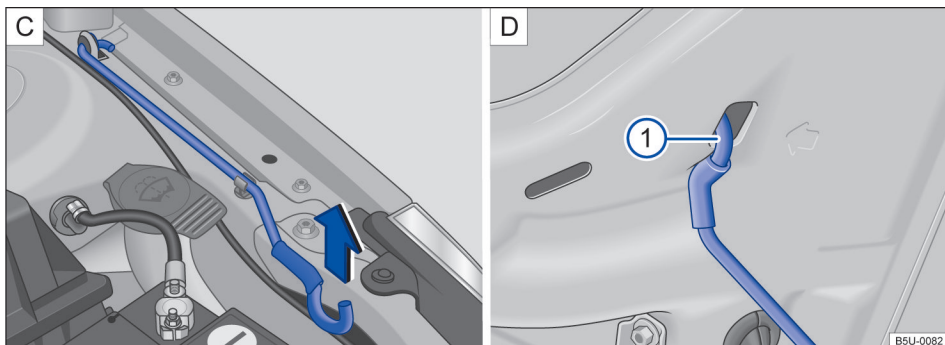

Fig. 161 [C] Haste de sustentação da tampa do compartimento do motor. [D] Tampa do compartimento do motor apoiada na haste de sustentação.
- Retirar a haste de sustentação do suporte no sentido da seta → Fig. 161 [C] e posicioná-la na abertura na tampa do compartimento do motor → Fig. 161 ① [D].
- Retirar a haste de sustentação do furo → Fig. 161 ① [D] e encaixá-la no suporte do fecho → Fig. 161 [C].